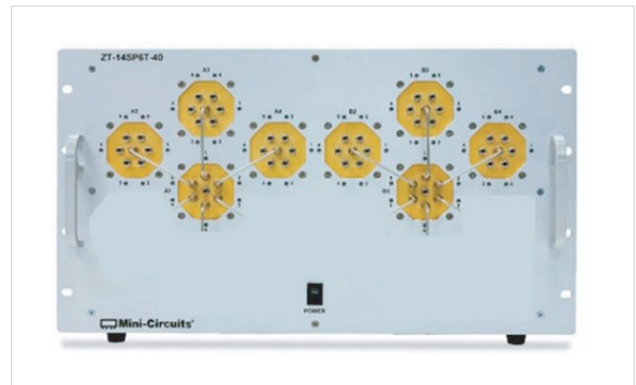

图 2: ZT-8SP6T-40 4U/5U。
**图 2** 显示了 ZT-8SP6T-40 4U/5U 开关矩阵，拥有 8 个 40GHz 端接的 SP6T 机械开关。这一配置将支持最多 18 条通路。推荐使用硬电纜 (图中有)，在相邻的 40 GHz 继电器之间建立固定连接。开关组件在这个矩阵中的方位，在所有输入和输出之间保持类似的电气路径长度。这对多路 Rx 测试尤其有吸引力，以使校准和测试之间的路径到路径差异降到最小。在没有为直通连接打开继电器时，会有 50Ω 端接。